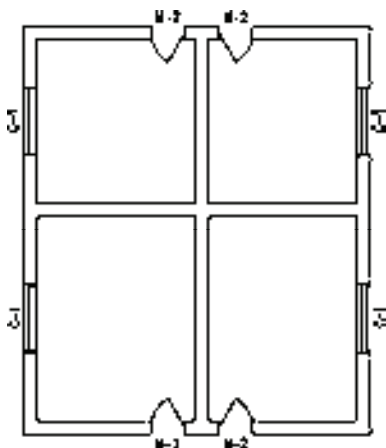

图 7-30 打开素材
1) 按〈Ctrl+O〉组合键，打开配套光盘提供的“第7章/7.2.1 加踢脚线.dwg”文件，如图7-30所示。